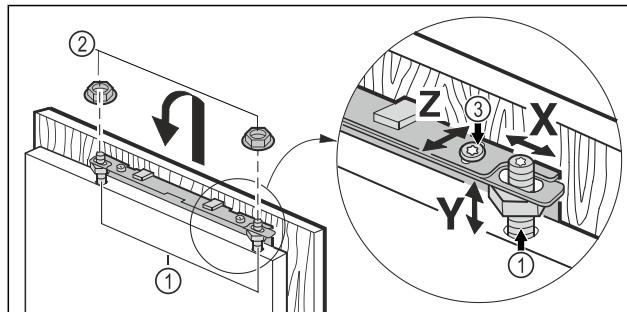

Fig. 46
- ▶ Zakvačite vrata namještanja za svornjake za namještanje Fig. 46 (1) i labavo navrnite protumatice Fig. 46 (2) na svornjake za namještanje.
- ▶ Poravnajte vrata namještaja u visinu **Y** i prema bočnom nagibu: Namjestite svornjake za namještanje Fig. 46 (1) s pomoću odvijača.
- ▶ Pritegnite protumaticu Fig. 46 (3).